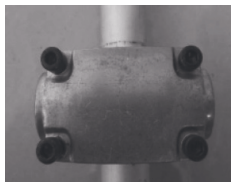

рис. 2.1
1. Ослабьте и открутите 4 винта, фиксирующие скобу (рис. 2.1)